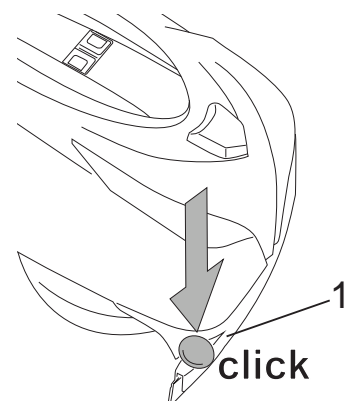

Fig.2B
- Installare la ruota paracolpi (Fig.2B-Rif.1).